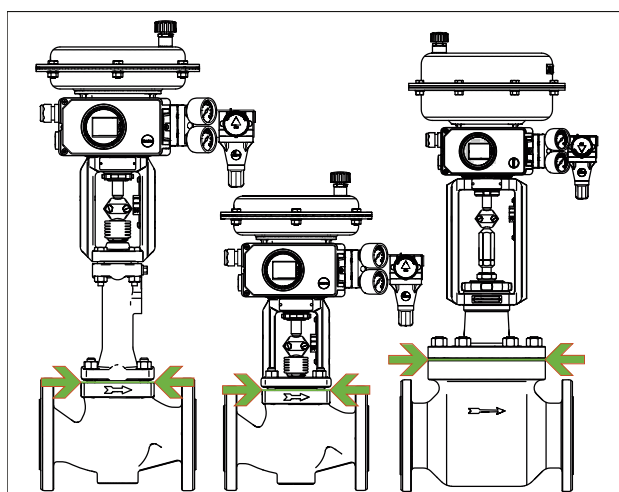

Fig. 15: Limite dell'isolamento delle valvole di controllo (esempio)
- ⇒ Isolare le valvole di regolazione solo fino alla flangia del coperchio dell'alloggiamento della valvola, vedere Fig. 15. Questo vale anche per le versioni con soffiETTO o parte isolante con temperature del mezzo inferiori a 0 °C o superiori a 220 °C. Se anche la parte isolante è isolata, non funzionerà correttamente!